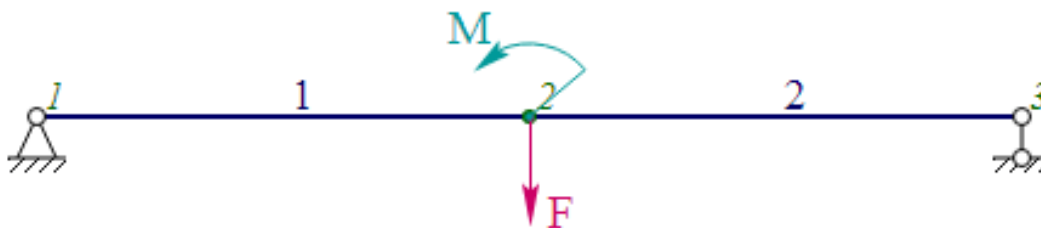

Рисунок 2 – Схема балки к заданию 2
2. Определите реакции связей и постройте эпюры поперечных сил и изгибающих моментов (рисунок 2). Заданы значения активных сил и моментов: $F = 5$ кН, $M = 15$ кН·м. Длины участков балки равны: $l_{12} = 3$ м, $l_{23} = 4$, м.